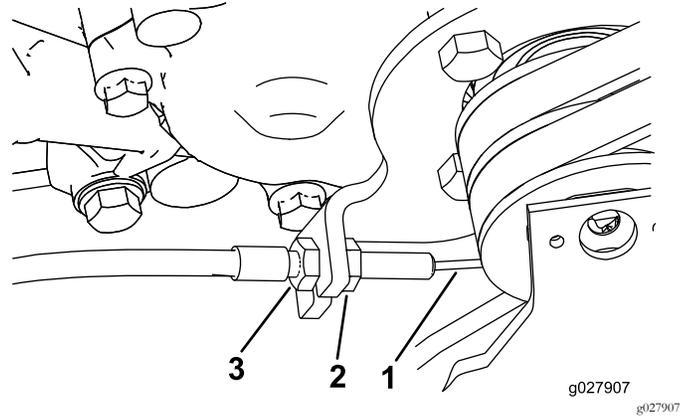

图43
3. 要增加拉线的张力应拧松前拉线锁紧螺母并拧紧后拉线锁紧螺母 图43 直至达到接合牵引控制装置所需的 2.753.25kg 的作用力。